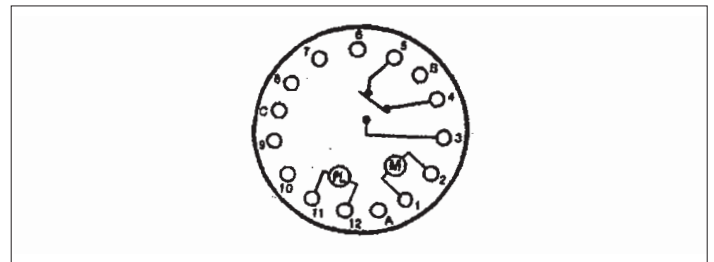

Figure 2
2. Illustration des terminaux arrière, Figure 2: